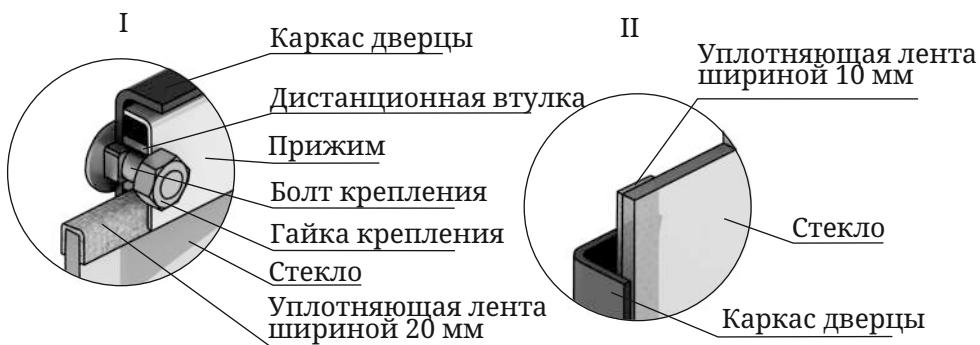

Рисунок 15. Крепление светорозрачного экрана дверцы печи «Витрувия II»
1. Отверните две гайки, фиксирующие прижим (рисунок 15.I), демонтируйте его и дистанционные втулки.
3. Возьмите новое стекло. Если на нем нет уплотняющих лент, наклейте их, лента шириной 20 мм наклеивается сверху и снизу стекла «П» - образно (рисунок 15.I), лента шириной 10 мм наклеивается вертикально, вдоль боковых сторон стекла (рисунок 15.II).
4. Вставьте стекло в упор, при этом лента, наклеенная с боковых сторон (вертикальная) должна быть зажата между стеклом и каркасом дверцы (рисунок 15.II).